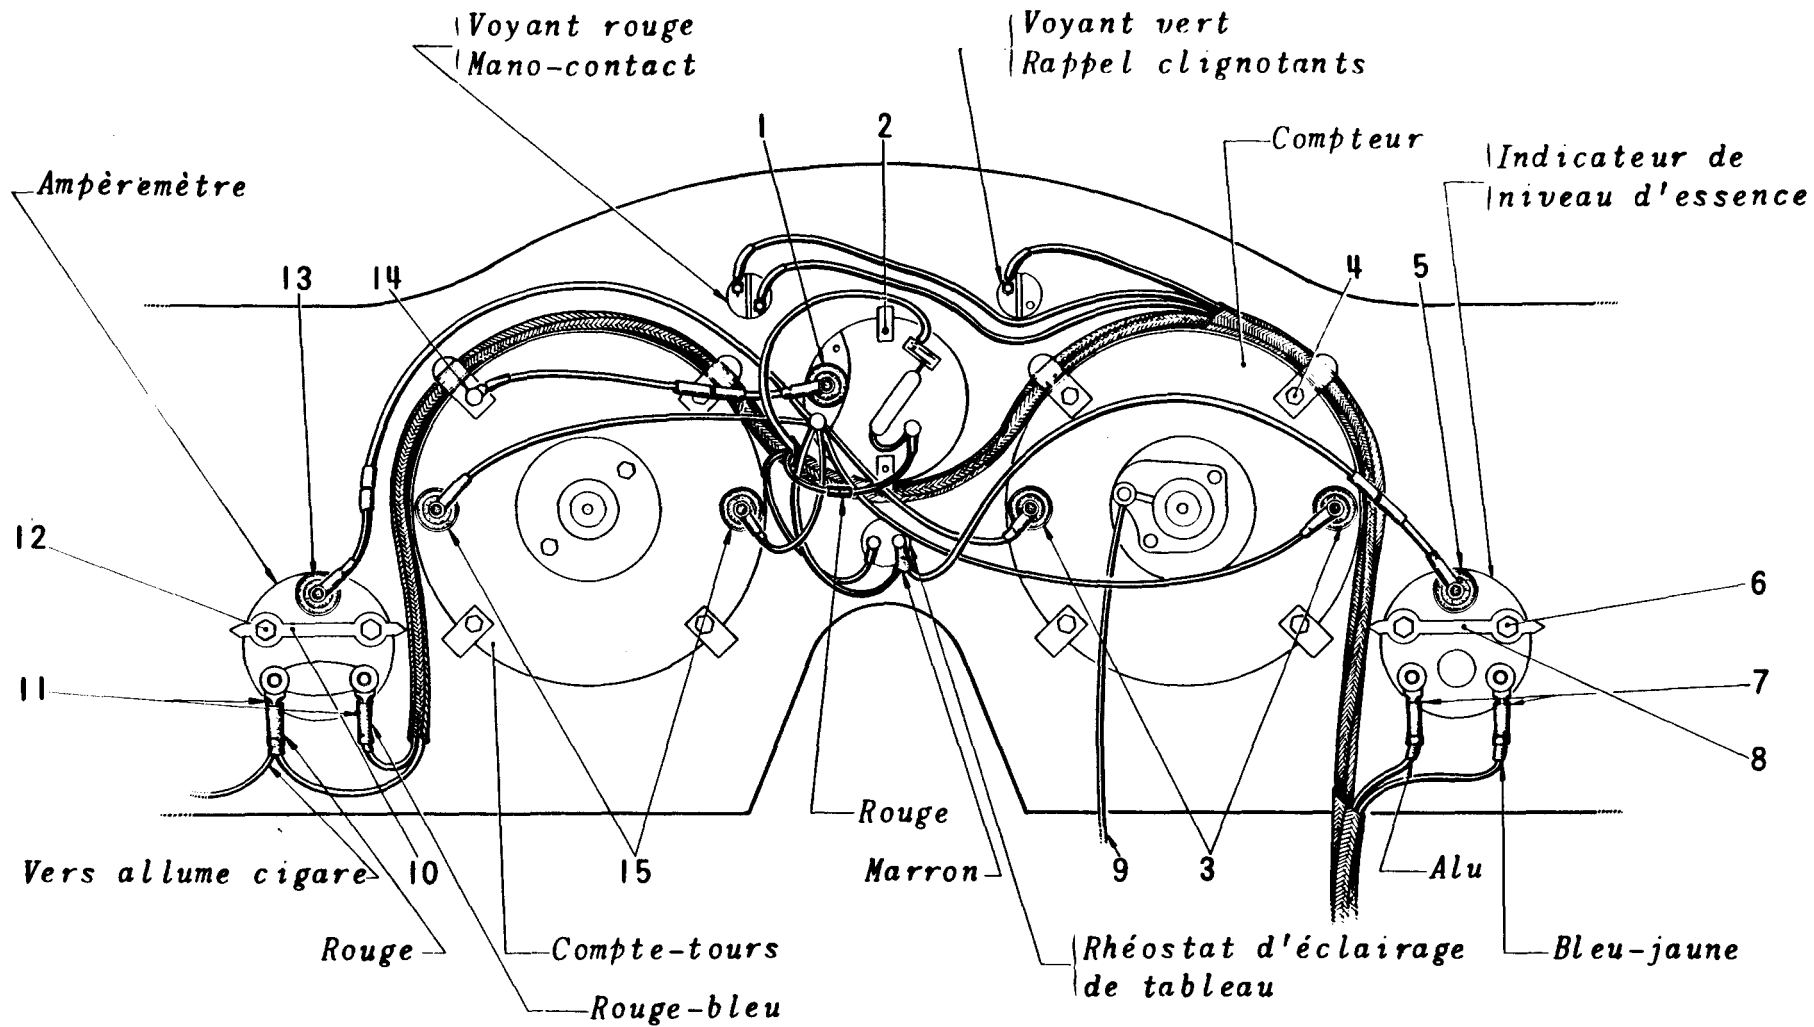

Fig.21
(24 Ct) (Fig. 21) – (modèles jusqu'à Août 1964)
- 4) Engager l'indicateur de niveau d'essence sur sa visière, puis sur la planche de bord. Poser le pontet-support (8) sur les goujons, les rondelles et les écrous (6), bloquer légèrement (clé à pipe de 7).
- 5) Brancher le porte-lampe (5), connecter les deux fils (7) dans la position indiquée Fig. 21.
(24 bt ou 24 Ct) (Fig. 21) – (modèles à partir de Septembre 1964)
- 4) Engager l'indicateur de niveau d'essence sur sa visière, puis sur la planche de bord. Poser le pontet-support (8) sur les goujons, les rondelles
- 5) Brancher le porte-lampe (5), connecter les deux fils (7) dans la position indiquée (Fig. 21).